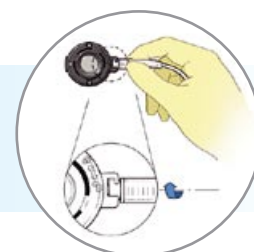

Рисунок 4
- Поверните переходник с фиксатором против часовой стрелки до упора. Достижение упора можно почувствовать тактильно, также раздастся звуковой щелчок (Рисунок 4).